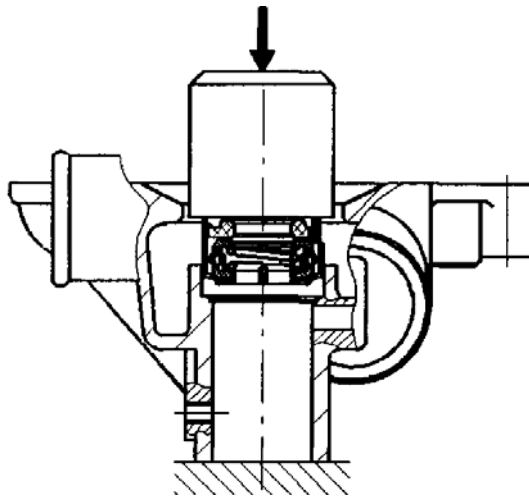

Рисунок 44 – Запрессовка сальника
- с помощью оправки установить сальник, не допуская перекоса, в корпус насоса (рисунок 44);